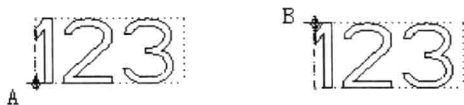

图 1-1 用拖动的方式编辑文字
3) 用拖动的方式改变文字的大小、方向和位置（图 1-1） 单击确定文字大小和方向时的任一拾取点（A 点或 B 点），再次单击该点，拖动，可改变文字的方向和位置。